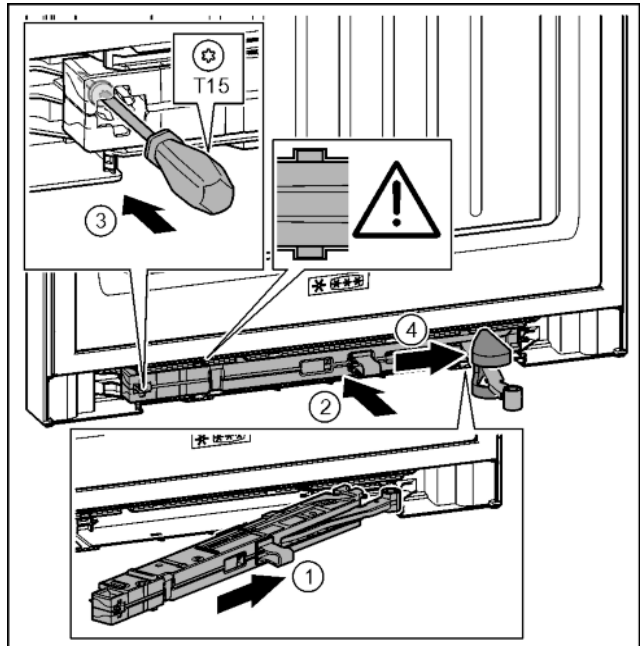

Fig. 42
- ▶ Introduire à fond l'amortisseur de fermeture du côté du support de palier dans la rainure en l'inclinant. *Fig. 42 (1)*
- ▶ Enfoncez complètement l'amortisseur de fermeture dans la rainure. *Fig. 42 (2)*
- ▶ Serrer la vis avec un tournevis T15. *Fig. 42 (3)*
- ▶ Pousser le cache sur la charnière. *Fig. 42 (4)*